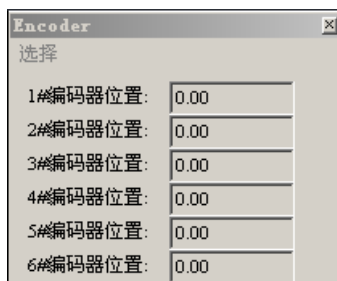

图 4-17 编码器模块对话框
- (1) 轴通道编码器测试需要按照表3-1 端子板轴信号定义的轴信号定义正确连接电机的编码器输入信号；
- (2) 在MCT2008软件主界面点击菜单“视图”->“编码器”，将会弹出编码器模块对话框，如图4-17所示；